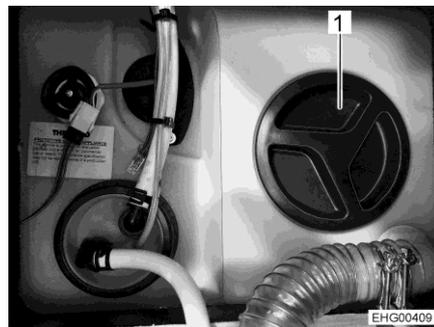

Bild 156 Wassertank, indus-Anlage
- Verschlussdeckel (Bild 156,1) des Wassertanks abnehmen.